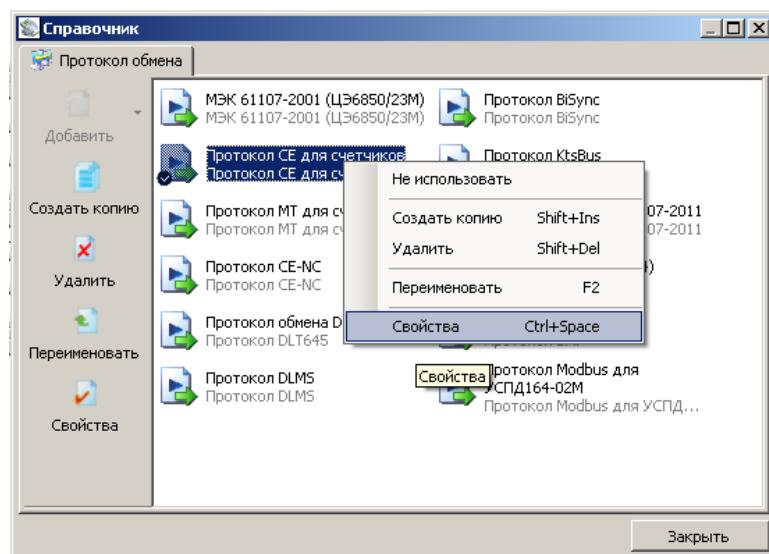

Рисунок 26 – Окно справочника протокола обмена
5.2.8 Выбрать профиль настроек протокола обмена «Протокол СЕ для счетчиков» и нажать кнопку «Свойства» на панели задач. В результате откроется окно редактирования настроек протокола обмена, см.Рисунок 26.